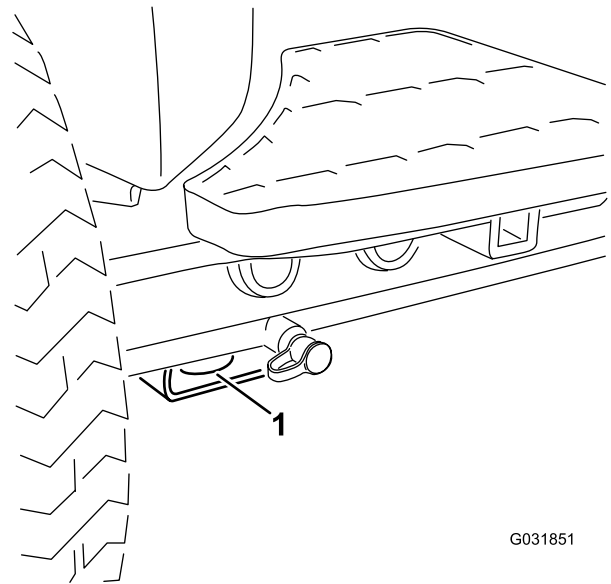

Bild 24
- **Vorderseite der Maschine:** Loch im rechteckigen Polster unter dem Achsenrohr in jedem Vorderreifen (Bild 24).